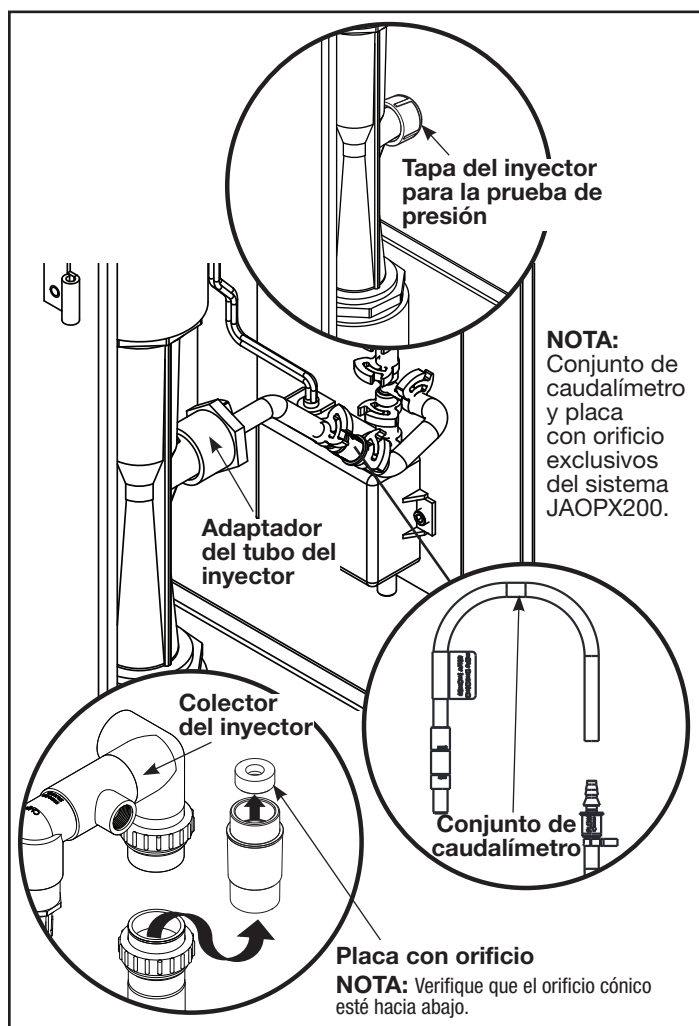

Figura 6. Pruebas de flujo y presión del sistema AOP Jandy
Si se requiere una prueba de presión, debe realizarse antes de instalar las conexiones de las tuberías del conjunto de la válvula de retención. Consulte la Figura 6.
1. Retire temporalmente el tubo conectado a la entrada de la válvula de retención y conecte el conjunto del caudalímetro incluido. Consulte la Figura 6.